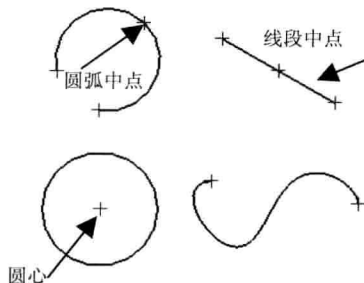

图1-5 创建控制点
- **【控制点】**: 该方式用于在曲线的控制点上创建点。控制点与曲线的类型有关, 可以是线段的中点或端点, 开口圆弧的端点、圆心或中点, 二次曲线的端点以及样条曲线的控制点等。图 1-5 为在几种曲线的控制点位置创建点的示意图。